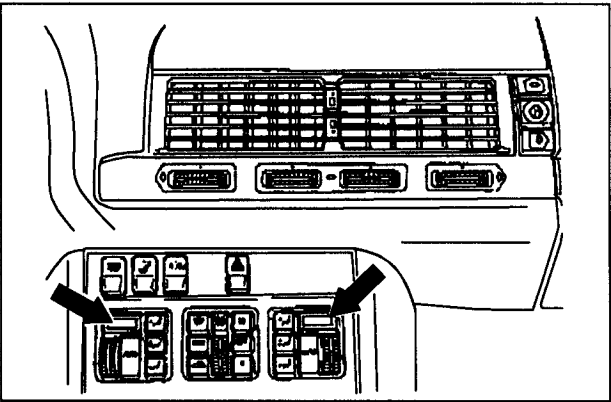

图 9-1-1 ACC 按钮电脑(N22)
1. 自动空调电脑(N22):自动空调电脑(见图 9-1-1)对温度调节和空气分配可实行左、右分别控制(注:对控制面板上的符号说明见表 9-1-1)。
12. 故障存储诊断:自动空调电脑(N22)(见图 9-1-1)带有故障存储诊断功能。系统产生的故障,被存储在电脑(N22)存储器内,可通过面板上的温度显示屏读出故障,或将脉冲计数器连接至数据传输接头(X11/4)读出存储的故障。